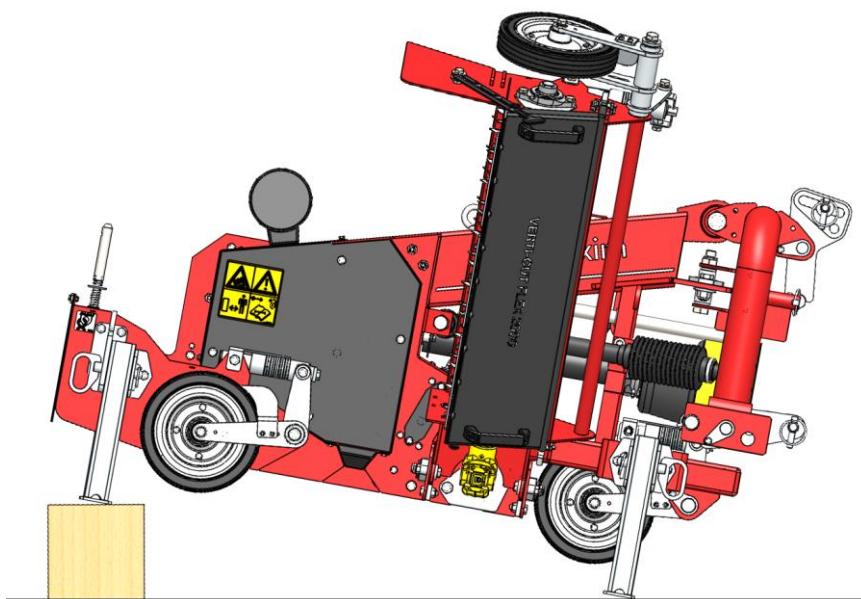

Fig. 18
2. Plaats tijdens het afkoppelen blokken onder de achterste steunpoten (zie Fig. 18).